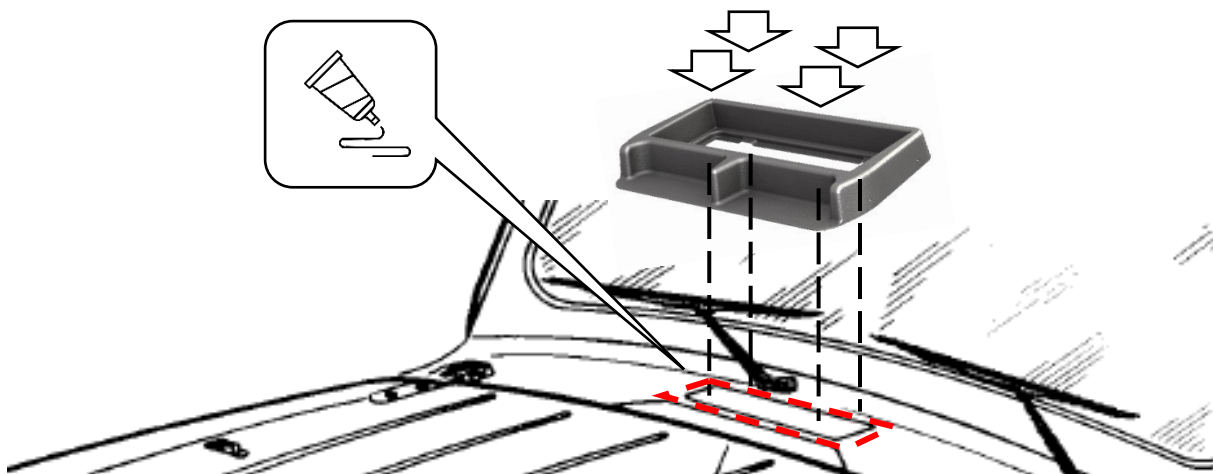

Рис. 4
12. Установить корпус воздушного фильтра, как показано на рис.4, в следующем порядке: поставить корпус фильтра на отверстие воздухозабора, разметить и засверлить по месту 4 отверстия Ø 3,2мм. Очистить и обезжирить место установки и внутреннюю поверхность корпуса фильтра, нанести герметик на кузов по периметру окна воздухозабора. **!ВАЖНО!** Герметик должен быть нанесен непрерывным валиком, в противном случае вода может попасть в салон под корпусом фильтра. Закрепить корпус фильтра на кузове 4 саморезами 4,2x25 из комплекта поставки;